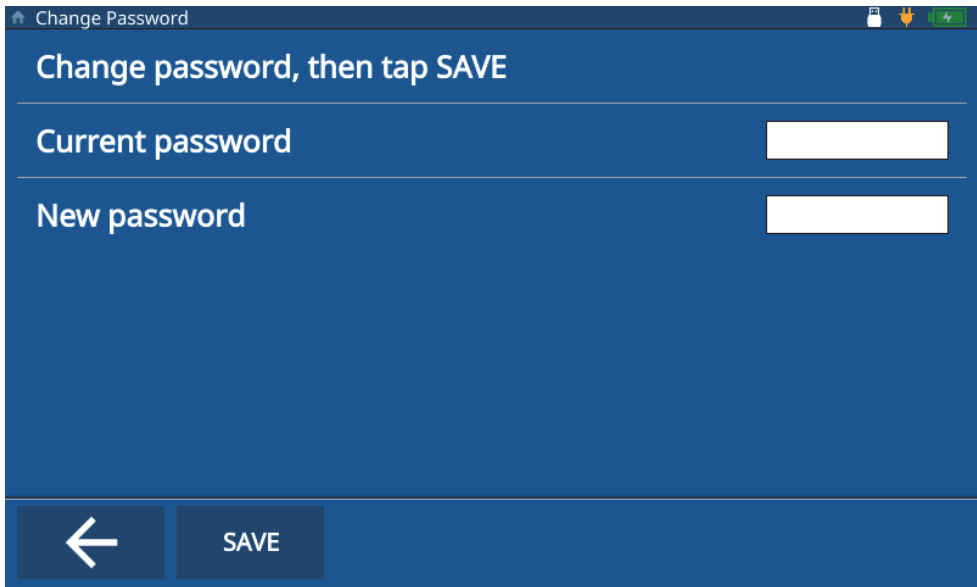

图 8-4 更改仪器锁定密码
5. 输入当前密码和新密码。如果不需要，可以将**New Password**（新密码）留空，这样密码将被删除（参见第77页的图 8-4）。